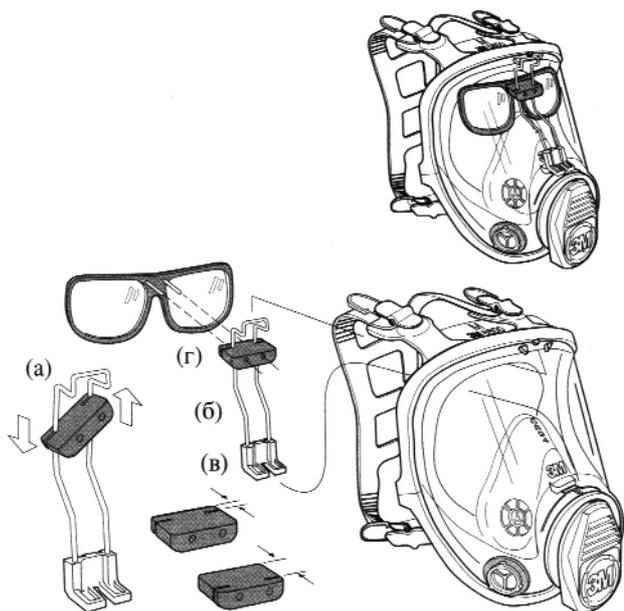

Рис. 11
• Набор для крепления очков 6878 (Рис. 11)